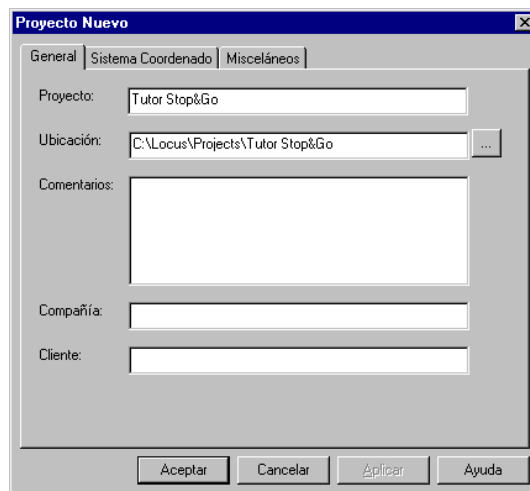

Figura 13.1. Proyecto Nuevo - General
2. En **General** de **Proyecto Nuevo**, ingrese **Tutor Stop&Go** en **Nombre de Proyecto** (Figura 13.1)